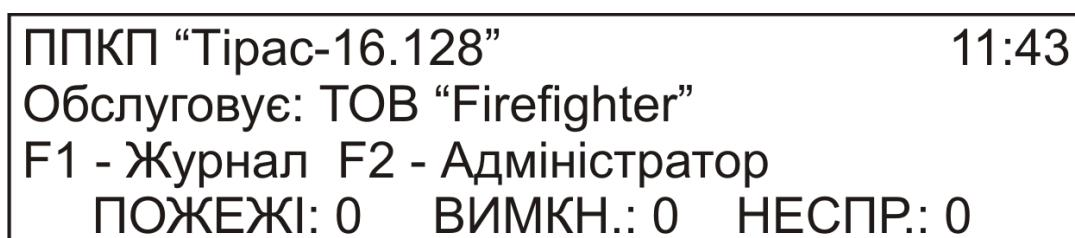

Рисунок 5.2 – Індикація на дисплеї в режимі «Спокій»
- **Кнопки функцій** – вибір функції доступу («F1»- перегляд інформації про обслуговуючу організацію (рис. 5.2), «F2» – доступ до 2 рівня, «F3» – доступ до 3 рівня, див. 5.3) та кнопка «Повернення» -  , для виходу з меню та рівнів доступу.
В режимі «Спокій» відсутні будь-які інші режими - «Несправність», «Вимкнення» та «Пожежа». На дисплеї відображається інформація про обслуговуючу організацію (якщо встановлена) та годинник реального часу. Індикація дисплею в режимі «Спокій» показана на рис. 5.2.